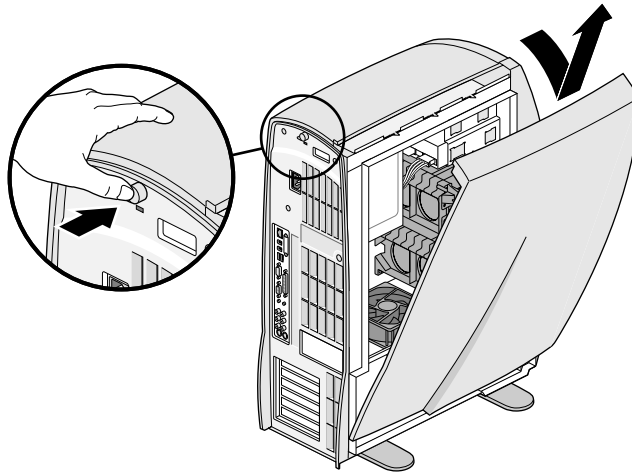

Abbildung 2-4 Öffnen des Systems
5. Entfernen Sie die Seitenverkleidung, indem Sie sie vom Gehäuse abziehen und nach oben anheben. Siehe Abbildung 2-4.